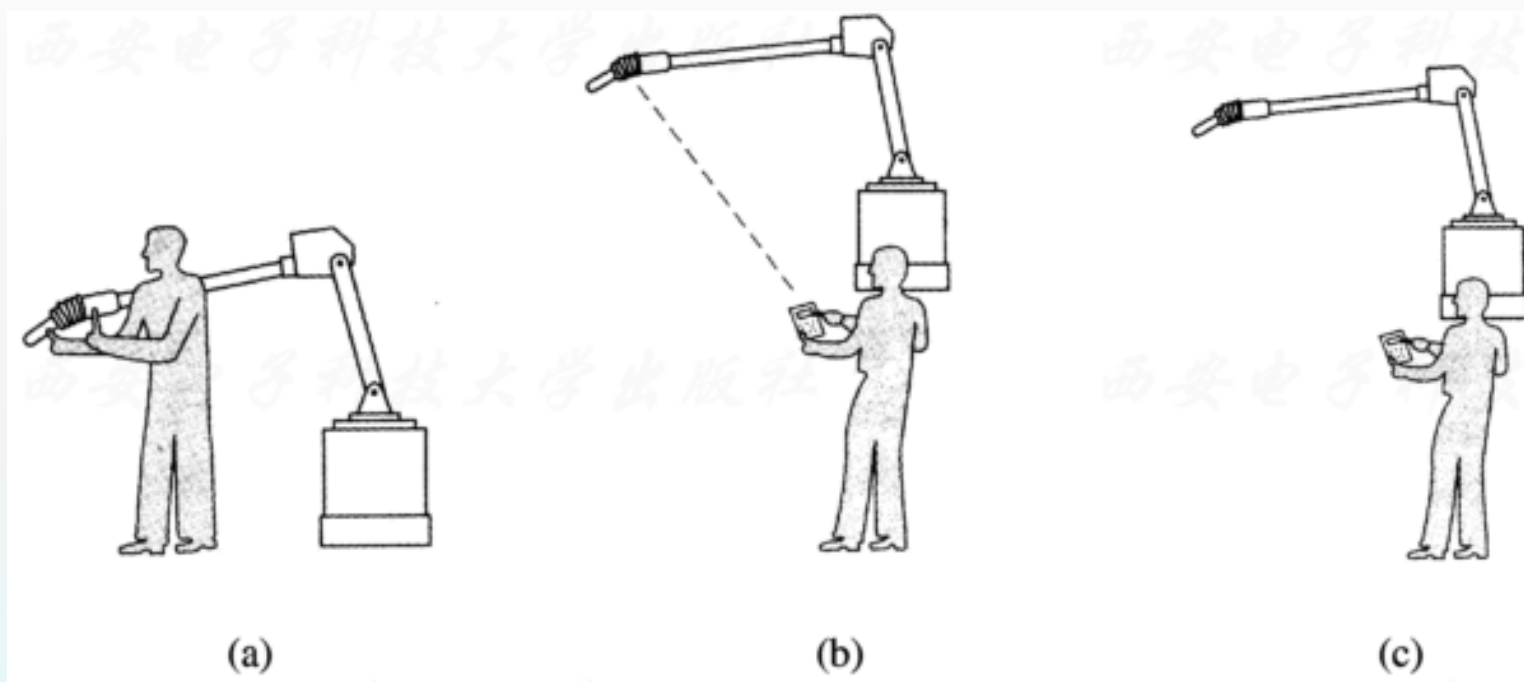

图 1.7 机器人示教
(3) **示教再现机器人**。示教再现机器人同盒式磁带的录放一样，将所教的操作过程自动记录在磁盘、磁带等存储器中，当需要再现操作时，可重复所教过的动作过程。示教方法有手把手示教、有线示教和无线示教，如图1.7所示。